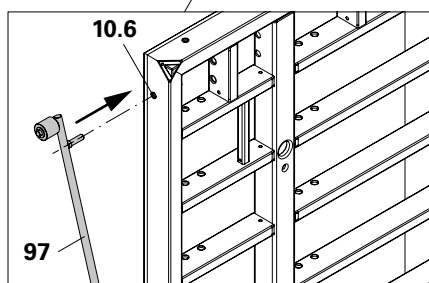

Fig. A3.04a
- sont détachés du béton (Fig. A3.04a)